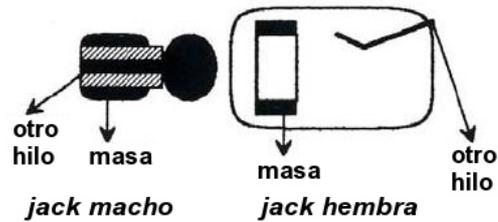

Figura 9 – Conector y Toma Jack para la alimentación de Nm.
- Las tomas de altavoz DIN de las normas "N" se reemplazarán entonces por tomas del tipo jack monofónico miniatura de 2,5 mm (cf. Figura 9).